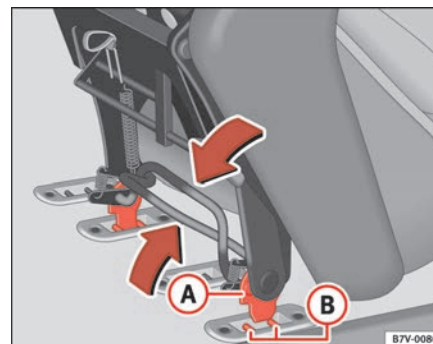

Fig. 93 Montaje del asiento: estribos y pernos
- Colocar el armazón del asiento ⇒ página 137, fig. 93 **(A)** entre los pernos de fijación **(B)** situados en los anclajes del piso y soltar los estribos.